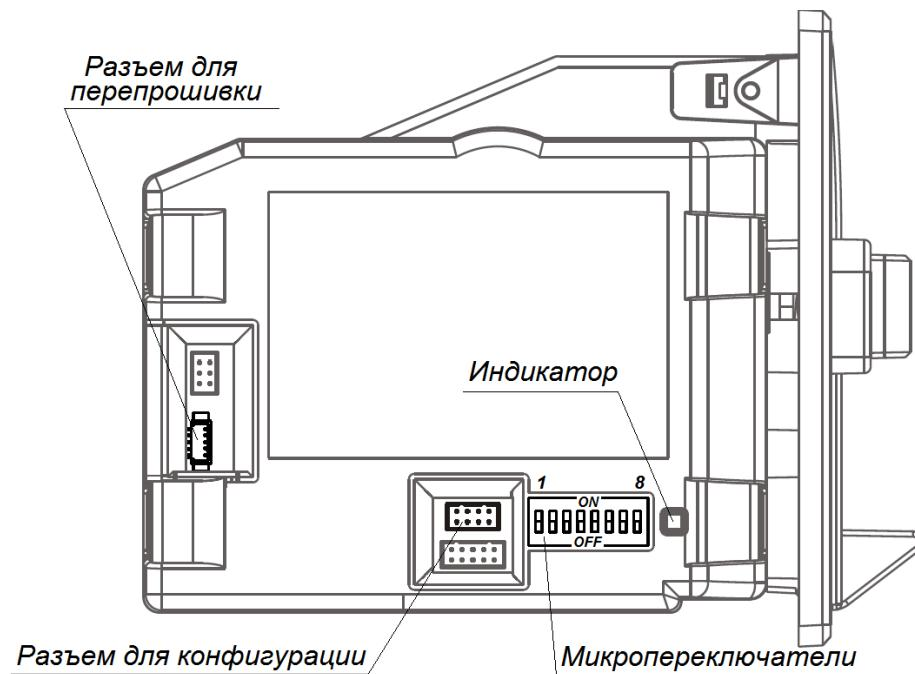

Рисунок 32. Расположение разъемов
- На ПК установите и запустите приложение для настройки параметров картоприемника «**UCAx Tools**». Внешний вид окна приложения показан на рис. 32, связь с монетоприемником устанавливается автоматически сразу после запуска приложения.
- нажмите кнопку **Read current version from UCA1**, в строке **Status** будет показана текущая версия ПО – например, *UCA2S3801/0010(5198)* (см. рис. 32);
- в таблице в столбцах **Value of Coin, Disable, Sorter, Dipsw** установите для каналов монетоприемника (от 1-го до 8-го) номиналы монет и соответствующие им параметры, как показано на рис. 32.
5. В поле **Value of Pulse** введите сумму, которую необходимо внести пользователю для прохода (на рис. 32 показан пример суммы в 10 рублей).